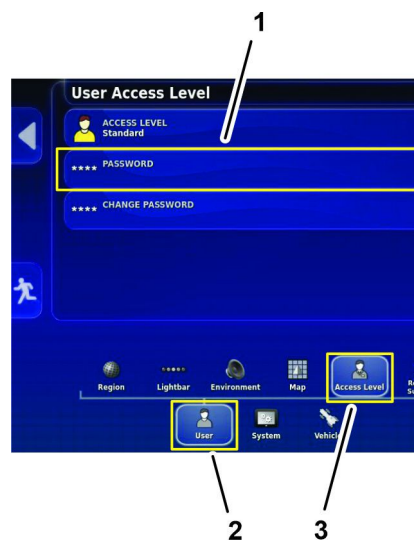

Рисунок 210
4. На экране настройки нажмите на значок USER (ПОЛЬЗОВАТЕЛЬ) и затем на значок ACCESS LEVEL (УРОВЕНЬ ДОСТУПА) (Рисунок 210).
5. Нажмите значок PASSWORD (ПАРОЛЬ) (Рисунок 210).